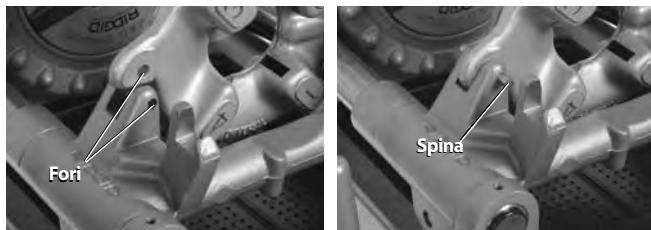

Figura 26 – Trattenimento in posizione della Testa portapettini sinistra
2. Collegare un perno da $\frac{5}{16}$ pollici di 2 pollici di lunghezza attraverso i fori nell'appoggio del carrello e la testa portapettini sinistra per conservarla in posizione (vedere Figura 26).